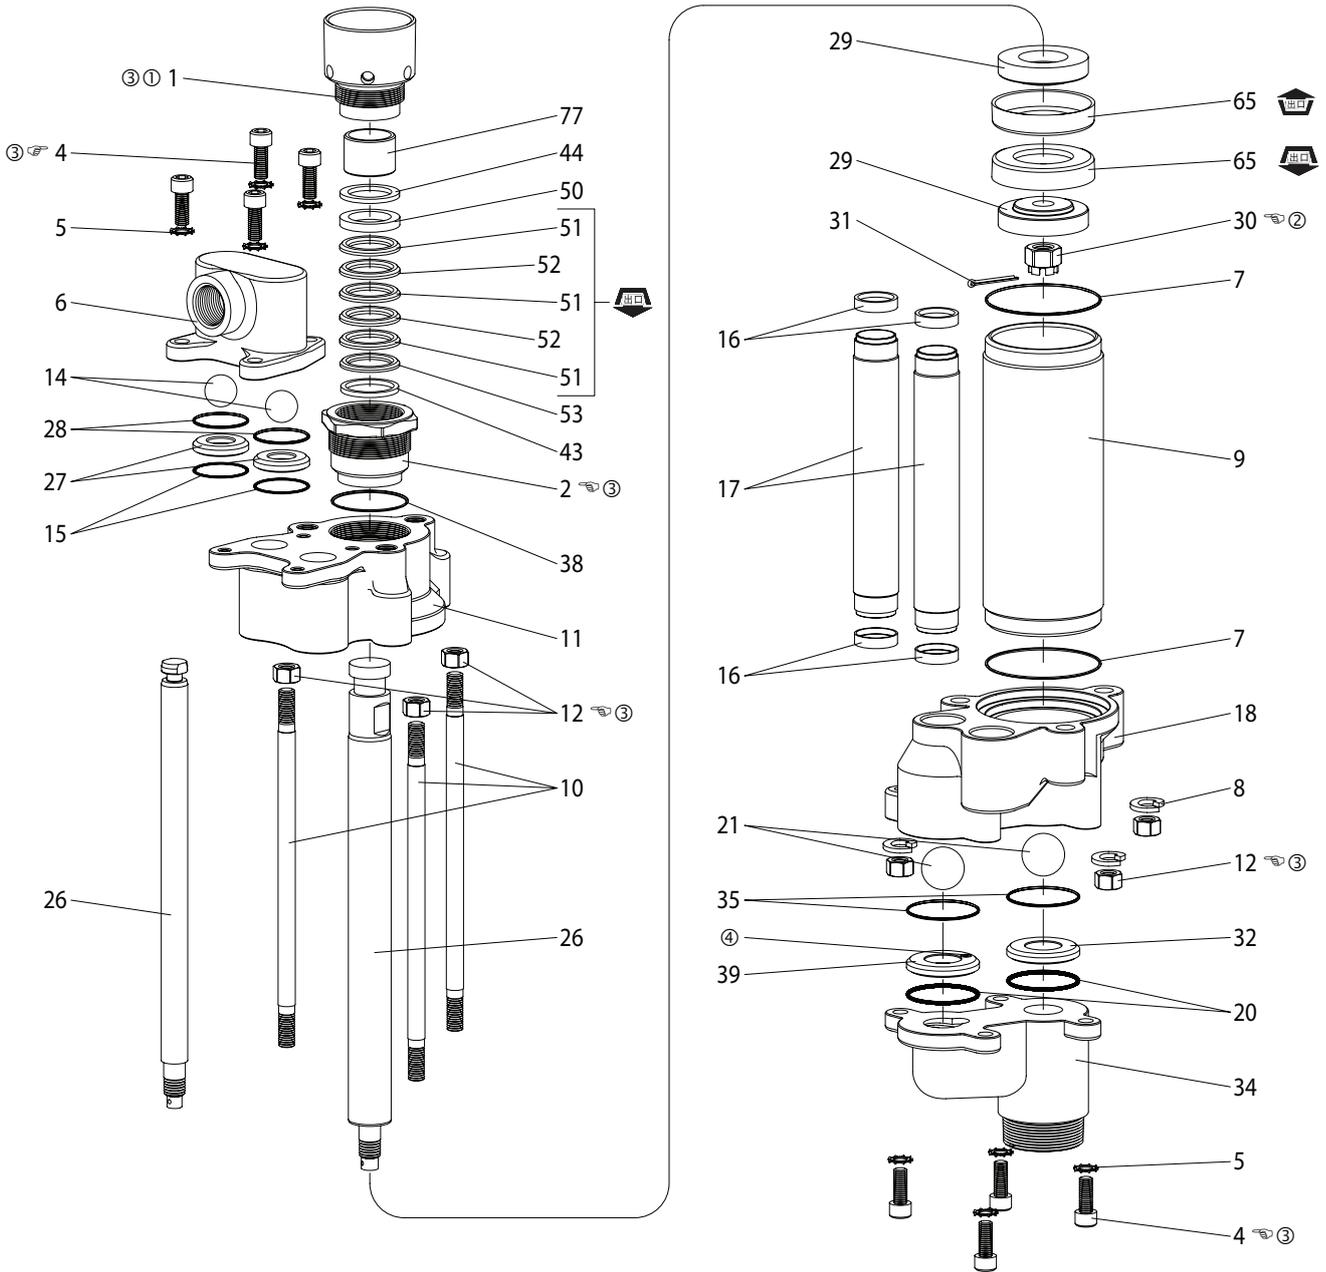

图 2
- ③ 在螺纹上涂Lubriplate® Super FML-2润滑脂。
- ④ 安装时, 使孔朝着泵的中心。
5. 将两个 (16) 密封装到各根 (17) 下管上, 将大的内径装到下管上。
6. 将两根 (17) 下管装到 (18) 下泵体上。
7. 将 (7) "O"形圈和 (9) 管子装到 (18) 下泵体上。
8. 将三个 (12) 螺母旋到 (10) 拉杆的顶端上, 将拉杆旋入 (11) 上泵体中。
9. 将 (38) "O"形圈装入 (11) 上泵体中, 用 (2) 压盖螺母固定。
10. 将 (43) 波形弹簧, (53) 外螺纹垫圈, 五个 (51和52) "V"形填料, (50) 内螺纹压紧垫圈, (44) 垫圈和 (77) 衬圈装入 (11) 上泵体中, 固定填料。
11. 将 (7) "O"形圈装入 (11) 上泵体中, 将 (11) 上泵体装入 (9) 管子, 将三根 (10) 拉杆与 (18) 下泵体对准。
12. 将三个 (8) 锁紧垫圈和三个 (12) 拉杆螺母装到 (10) 拉杆上, 紧固到60英尺磅 (81.4 牛米)。
13. 将泵组翻转, 将两个 (21) 球, 两个 (35) "O"形圈, (32和39) 球座 (倒角侧先进入下泵体) 和两个 (20) "O"形圈装入 (18) 下泵体。参看第3页图2关于 (39) 下球座 (带孔) 的位置。
14. 将 (34) 进口端体装到 (18) 下泵体, 用四个 (5) 锁紧垫圈和四个 (4) 螺栓固定。注: 将 (4) 螺栓紧固到45英尺磅 (61.0 牛米)。
15. 将 (15) "O"形圈装到 (27) 上球座的槽内, 将上球座置于 (11) 上泵体。将 (14) 球置于 (27) 上球座上。注: 装配上球座时, 使倒角侧向上。
16. 将两个 (28) "O"形圈装到 (6) 球盖, 将球盖装到 (11) 上泵体, 用四个 (5) 锁紧垫圈和四个 (4) 螺栓固定。注: 将 (4) 螺栓紧固到45英尺磅 (61.0牛米)。
17. 将 (2) 压盖螺母紧固到100英尺磅 (135.6牛米)。